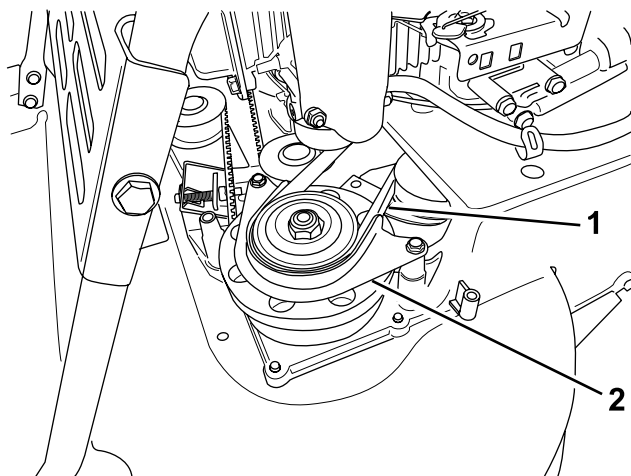

Figura 42
- Togliete il paracinghia BBC (Figura 42).